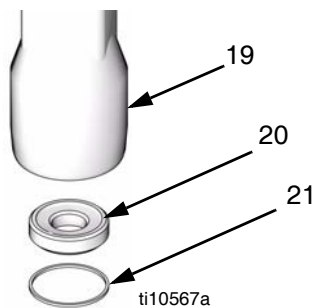

FIG. 10
11. Utilice un extractor de juntas tóricas para desmontar el sello (21) del alojamiento de la válvula de admisión (19). Tire el sello; utilice uno nuevo para el rearmado. Vea FIG. 10.
12. Tire del asiento de admisión (20) fuera del fondo del alojamiento de la válvula de admisión (19). Tenga cuidado de no dejar caer el conjunto de la válvula de admisión (N) a media que se libera, y sepárelo para utilizarlo más adelante.